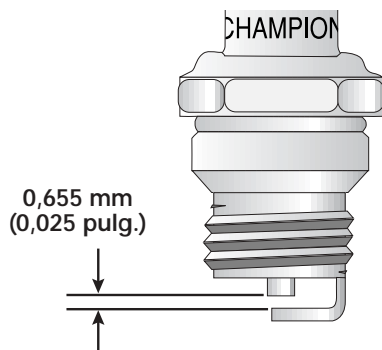

Fig. 29
3. Cambie las bujías que estén rajadas, sucias o deterioradas. Fije la separación de aire a 0,655 mm (0,025 pulgadas) utilizando un calibrador (Fig. 29).